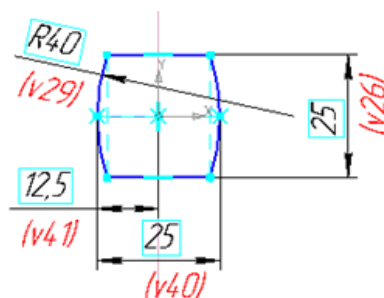

Рис. 11.3. Эскиз1
2. Выберите **Плоскость ZY**, войдите в режим создания эскиза, постройте **эскиз1** согласно рис. 11.3.